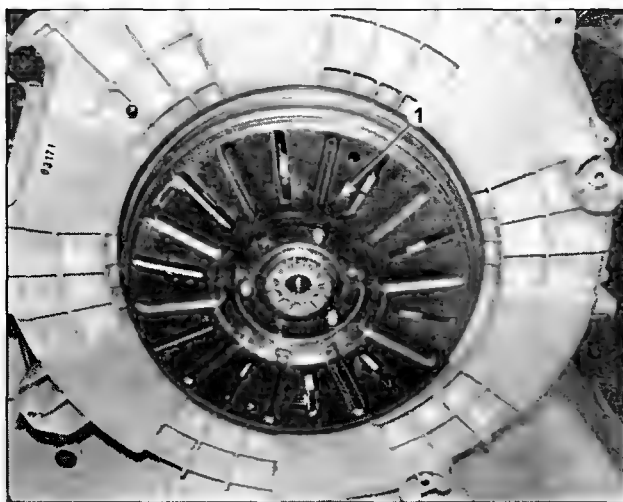

Рис. 1.10.4
- снимают шкив 1 (рис. 1.10.4) приводного мотора, а потом и сам мотор;